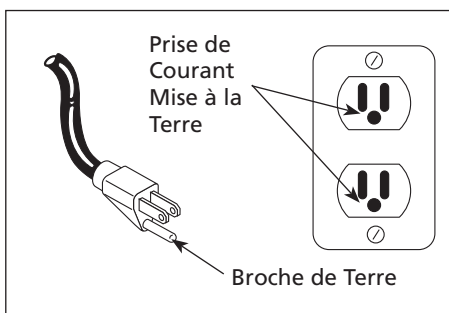

Figure 2 - Méthode de mise à la terre
3. Ce produit est conçu pour l'utilisation d'un circuit de 120 volts et a une fiche de mise à la terre comme celle indiquée sur la Figure 2. S'assurer que l'appareil est branché à une prise de courant qui a la même configuration que la fiche. Ce produit doit être mis à la terre. Dans l'événement d'un court-circuit, la mise à la terre diminue le risque de secousse électrique en fournissant un fil d'échappement pour le courant électrique. Ce produit est équipé avec un cordon qui a un fil de terre avec une fiche de terre. La fiche doit être branchée dans une prise de courant qui a été installée et mise à la terre correctement en respectant